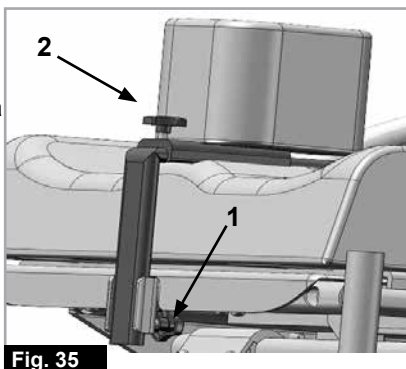

Fig. 35
Genom att lossa skruven (1) kan abduktionsklossen justeras höjdviss och genom att lossa skruvarna (2) kan den justeras på djupet eller avlägsnas, (Fig. 35).